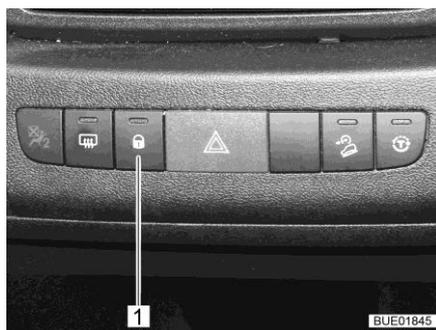

Fig. 61 Conmutador para el cierre centralizado
- Pulsar la tecla (Fig. 61,1). Las cerraduras de las puertas estarán desbloqueadas.
- Pulsar la tecla (Fig. 61,1). Las cerraduras de las puertas estarán bloqueadas. La luz de control en la tecla está encendida.